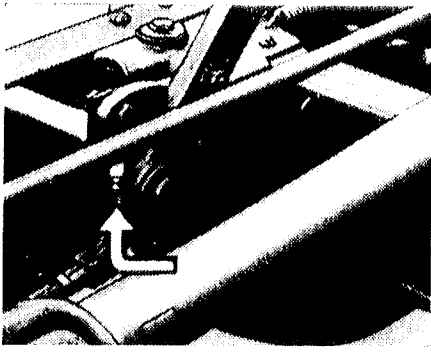

Abb. 64
44. Bremswelle für Handbremshebel und Bremszwischenwelle alle 2000 km mit Abschmierfett abschmieren (Abb. 64).